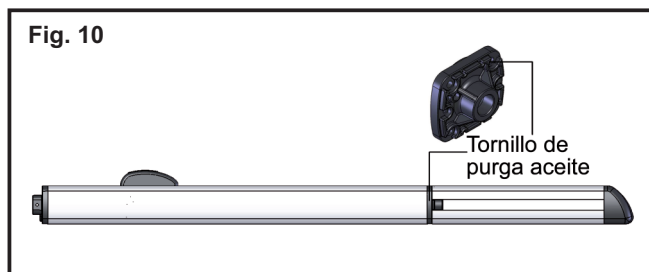

Fig. 10
- **QUITE EL TORNILLO DE PURGA (FIG. 10)**